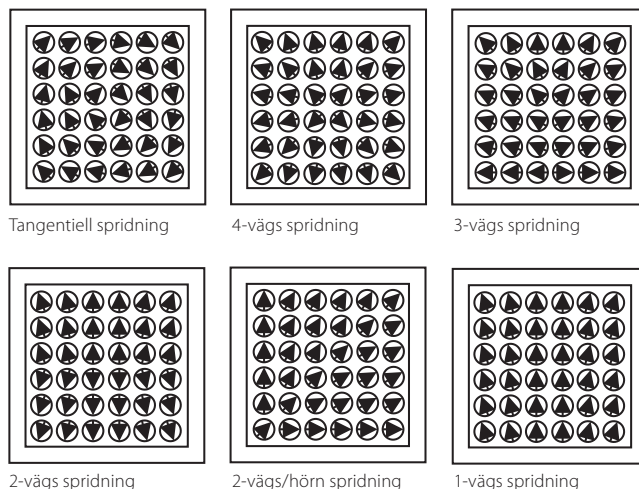

Bild 1. Dysinställningar för olika spridningsbilder.
- Donet levereras med tangentiell spridningsbild. Spridningsbilden kan enkelt ställas om i efterhand, se exempel i bild 1.
Genom att vrida dysorna kan ett stort antal spridningsalternativ åstadkommas och därigenom ändrad inblåsning. Se bild 1 för exempel på spridningsbilder.